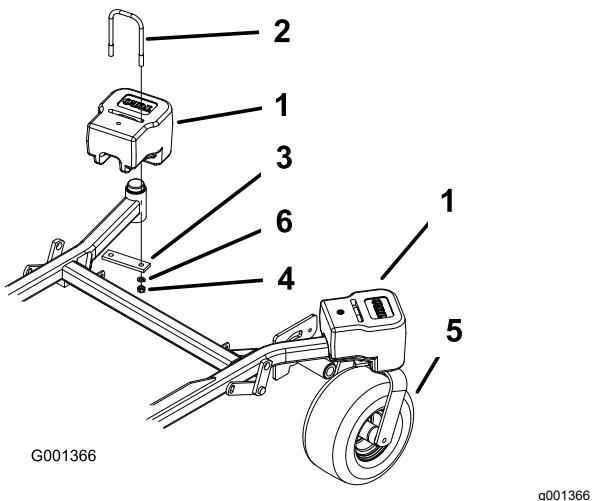

Figura 27
2. Instale la placa, las tuercas ($\frac{1}{2}$ ") y la arandela de freno ($\frac{1}{2}$) debajo del bastidor y del contrapeso (Figura 27).